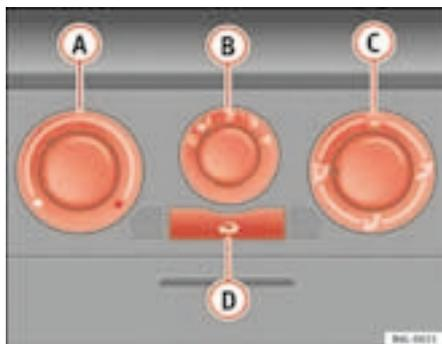

Fig. 88 Mandos de la calefacción en el tablero de instrumentos
- Con los reguladores ⇒ fig. 88 **A** y **C** y con el mando **B** se regula la temperatura, la distribución del aire y la velocidad de la turbina.